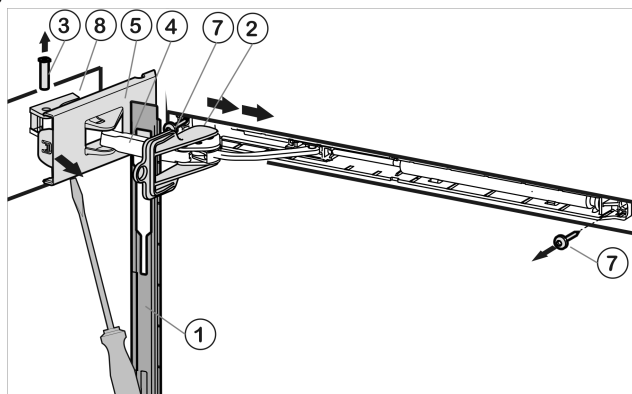

Fig. 12
- Desplace hacia delante el panel a través del estribo del amortiguador Fig. 12 (4) en dirección del aparato.
- Encaje el seguro Fig. 12 (2) en el agujero oblongo.
- Suelte la cubierta Fig. 12 (5) en el lado de la bisagra hasta el primer enganche con la ayuda de un destornillador.
- Extraiga el perno Fig. 12 (3) presionando desde abajo.
- Presione el estribo del amortiguador Fig. 12 (4) en dirección de la puerta.
- Suelte por completo la cubierta Fig. 12 (5) en el lado de la bisagra y retírela.
- Retire el panel Fig. 12 (1).
- Desatornille la unidad de amortiguador de cierre (2 Torx 15) Fig. 12 (7).